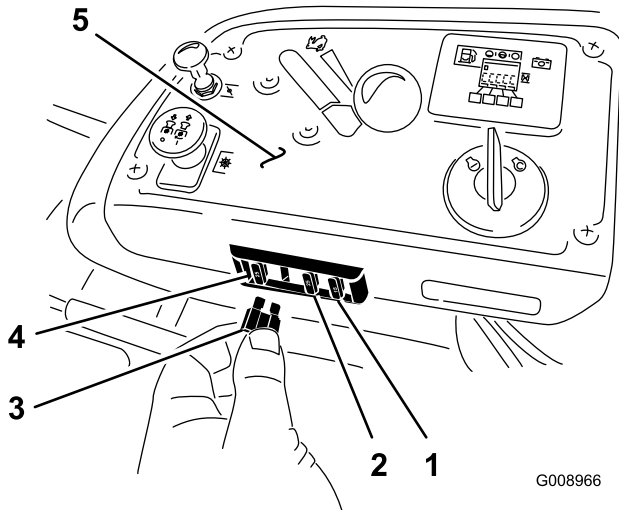

Figure 64
1. Les fusibles sont situés sur la console droite, près du siège (Figure 64).
3. Remplacez le fusible (Figure 64).